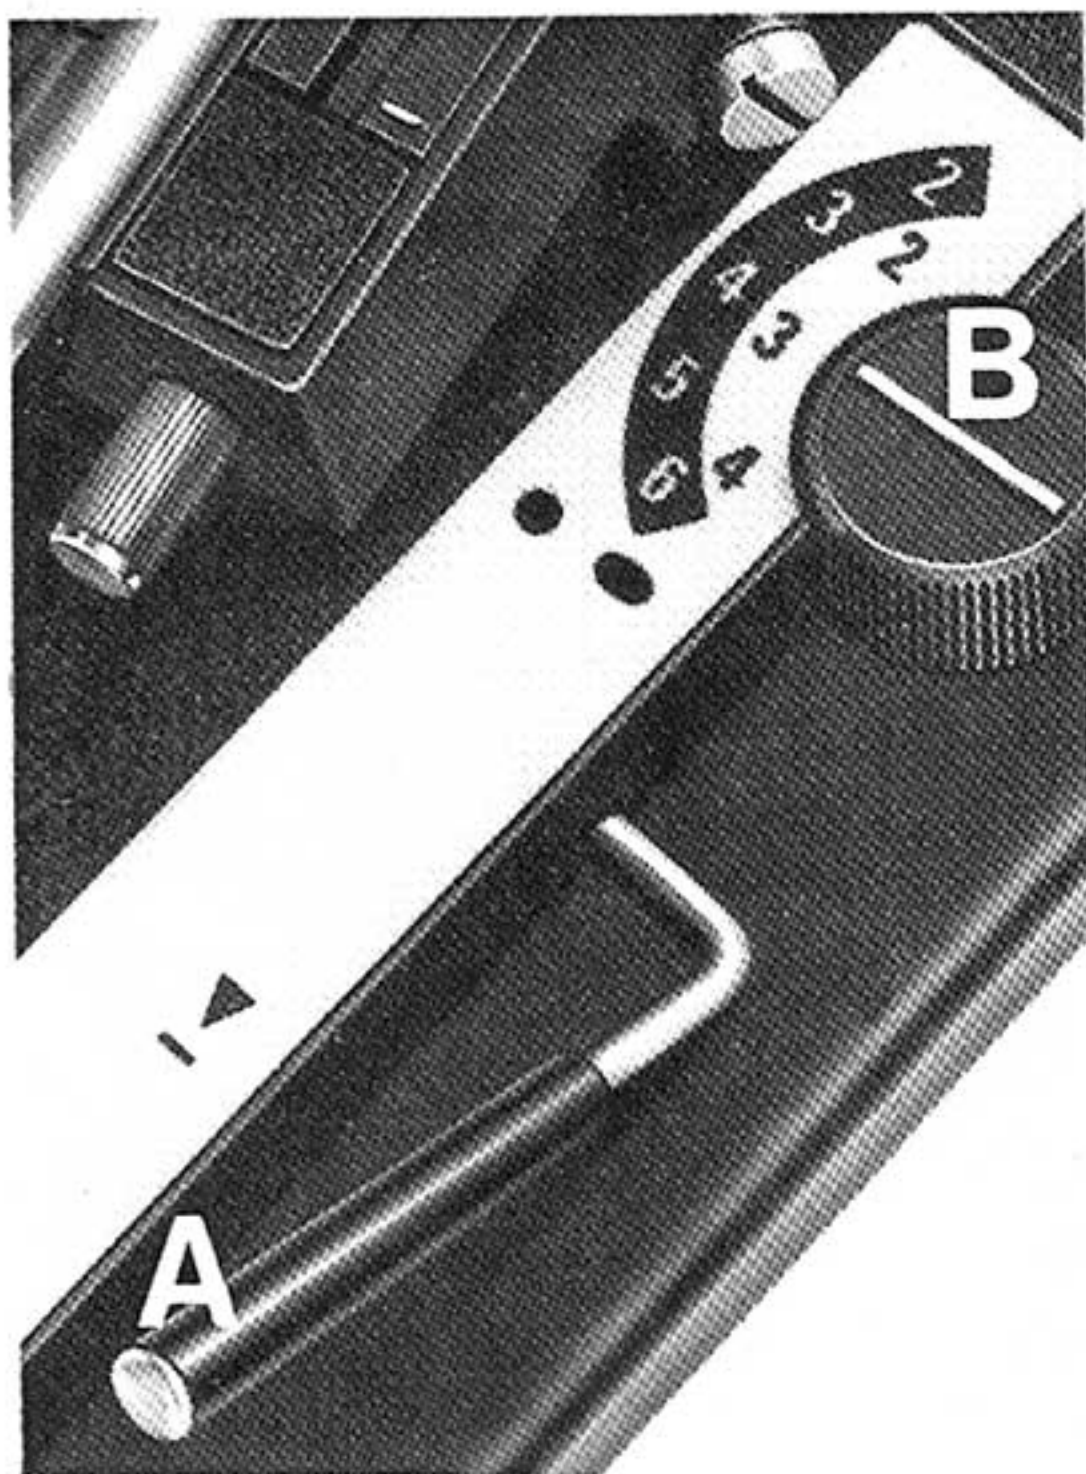

Fig. 2 CUEING LEVER AND BIAS COMPENSATOR
2. Control Compensador de Fuerzas Laterales del Brazo. Una vez que se haya seleccionado el peso de la cápsula el control compensador de fuerzas laterales del brazo (Fig. 2, B) se ajusta al numero que corresponda al del peso de la cápsula. El control es de ajuste continuo de forma que se pueden seleccionar posiciones intermedias entre los numeros indicados. NOTA: Los ajustes del compensador de fuerzas laterales del brazo descritos son los requeridos en condiciones ideales. Pueden ser necesarias pequeñas variaciones sobre el ajuste optimo, las que dependen de la condicion de la aguja. Si despues de selectar el ajuste compensador de fuerzas laterales del brazo optimo la cápsula tiende a deslizarse hacia afuera disminuya el ajuste, si tiende a deslizarse hacia adentro aumente el ajuste.
2. **Système anti-skating.** Lorsque la force d'appui du saphir est déterminée, régler l'anti-skating au chiffre correspondant à cette force. Il est possible de régler le contrôle anti-skating (Fig. 2, B) entre les chiffres indiqués.
4. **Sofortwechsel.** Das Abspielen einer Platte kann jederzeit unterbrochen werden, indem man den Betriebsarthebel in Stellung AUTO (W) zieht und langsam wieder in Stellung START (EIN) zurückkehren läßt.
5. **Ausschalten.** Nach dem Abspielen der letzten Platte schaltet das Gerät selbsttätig ab. Soll das Abschalten vorzeitig erfolgen, Aufsetzhebel (Bild 2, A) nach hinten führen und Tonarm über die Tonarmstütze (Bild 1, D) schwenken, Tonarm durch Vorziehen des Aufsetzhebels senken und Betriebsarthebel auf STOP (AUS) schalten.
ACHTUNG: Um das Abspielen einer Platte vorübergehend zu unterbrechen, den Aufsetzhebel (Bild 2, A) anheben und nach hinten umlegen, um den Tonarm abzuheben. Beim Vorziehen des Aufsetzhebels senkt sich der Tonarm dann wieder auf die Platte und setzt das Abspielen an derselben Stelle der Platte fort.